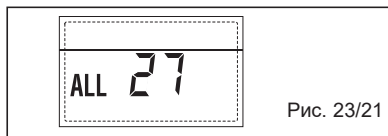

Рис. 23/21
– ТОЛЬКО В СЛУЧАЕ СИСТЕМЫ №7 НЕСООТВЕТСТВИЕ ВХОДА (S3) “ALL 28” (Рис. 23/22)